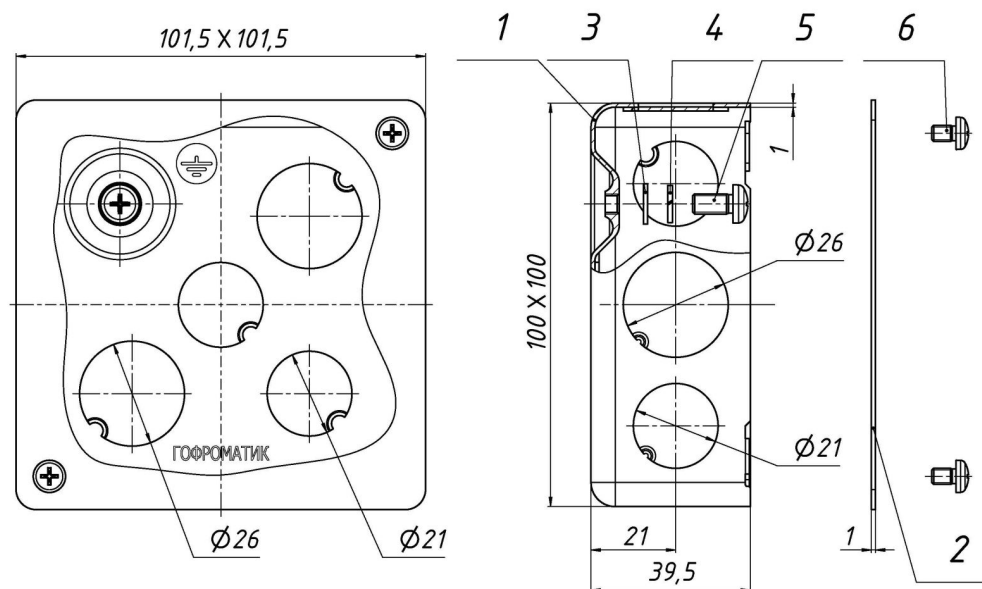

Рисунок 1 — Коробка стальная с предвырубленными отверстиями 100x100x40 IP30 ГОФРОМАТИК
Изделие состоит из: корпуса (1), крышки (2), шайбы (3), шайбы пружинной (4), винт М5x10 (5) и винт М4x6 (6) - 2 шт. (см. рисунок 1).